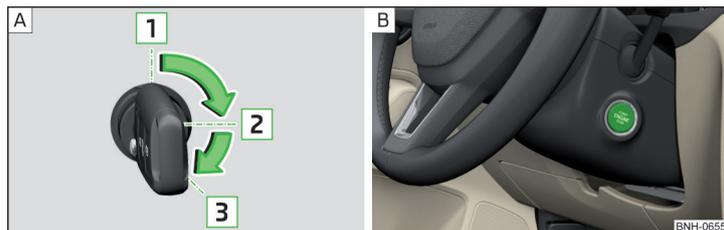

Fig. 98 Positions de la clé du véhicule dans le contacteur d'allumage / bouton de démarrage
Positions de la clé du véhicule dans le contacteur d'allumage » fig. 98 - **A**
➤ Appuyez sur le bouton » fig. 98 - **B**, le contact est mis/coupé.
➤ Sur les véhicules avec **contacteur d'allumage**, tournez la clé dans la position **3** » fig. 98 à la page 86 - **A**, le véhicule démarre. Relâchez ensuite la clé, le moteur démarre automatiquement.
➤ Sur les véhicules avec **bouton de démarrage**, appuyez brièvement sur le bouton » fig. 98 à la page 86 - **B**, le moteur démarre automatiquement.
- Sur les véhicules avec **contacteur d'allumage**, tournez la clé dans la position **1** » fig. 98 à la page 86 - **A**.
- Sur les véhicules avec **bouton de démarrage**, appuyez sur le bouton » fig. 98 à la page 86 - **B**, le moteur et le contact sont désactivés simultanément.
➤ Maintenez le bouton enfoncé » fig. 98 à la page 86 -  ou appuyez à deux reprises sur le bouton dans un délai d'1 seconde.